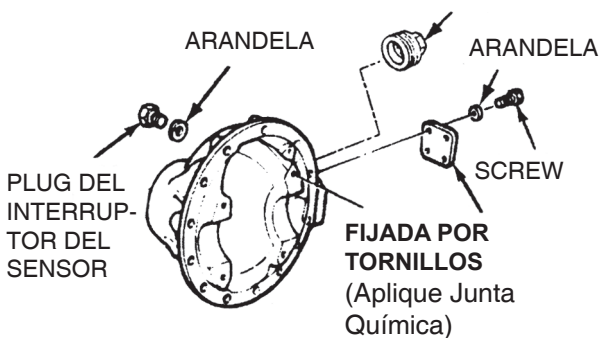

Figura 140
1. Instale la arandela y el plug en el orificio roscado para el interruptor del sensor. Apriete el plug con 60-74 N.m (45-55 lb-ft). Figura 140.
3. Instale las cuatro arandelas y tornillos. Apriete los tornillos con 10-12 N.m (7.4-8.9 lb-ft). Figura 140.